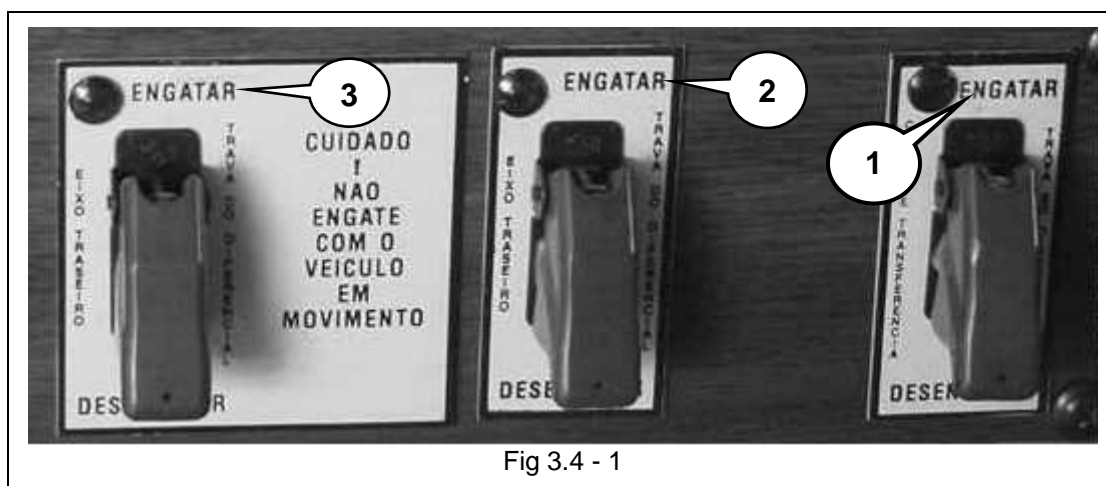

Fig 3.4 - 1
- Ao acionar a chave "CAIXA DE TRANSFERÊNCIA" para a posição "ENGATAR" (Fig 3.4 - 1 Pos 1), a tração é distribuída em todas as rodas.
- Ao acionar a chave "EIXO TRASEIRO" para a posição "ENGATAR" (Fig 3.4 - 1 Pos 2) o bloqueio do diferencial do eixo traseiro é ativado.
- Ao acionar a chave "EIXO TRASEIRO" para a posição "ENGATAR" (Fig 3.4 - 1 Pos 3) o bloqueio do diferencial do central é ativado.